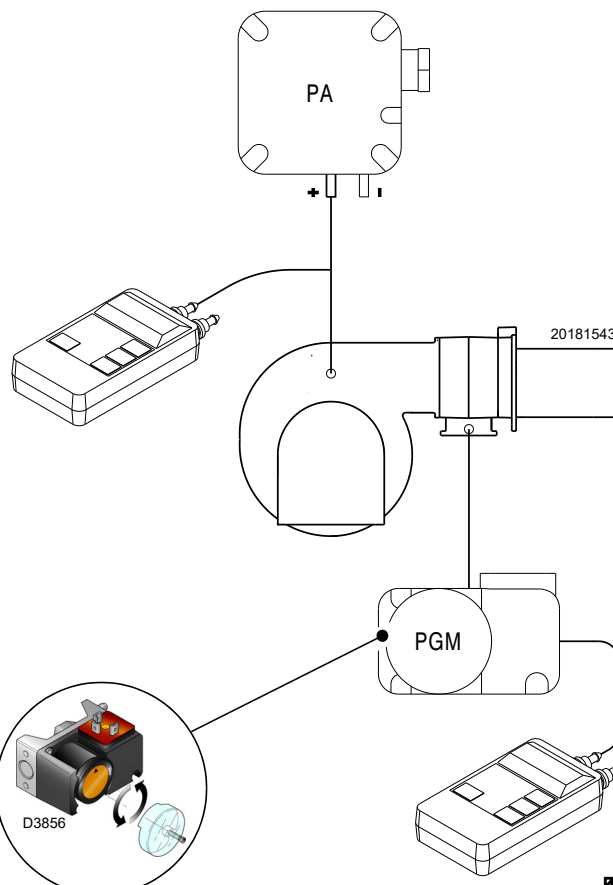

图 29
- 调节最大燃气压力开关 (图 29) 到量程的终止位置。
在完成所有其他燃烧器调整后，调整最大气体压力开关（图 29），并将最大气体压力开关设置在刻度的末端。